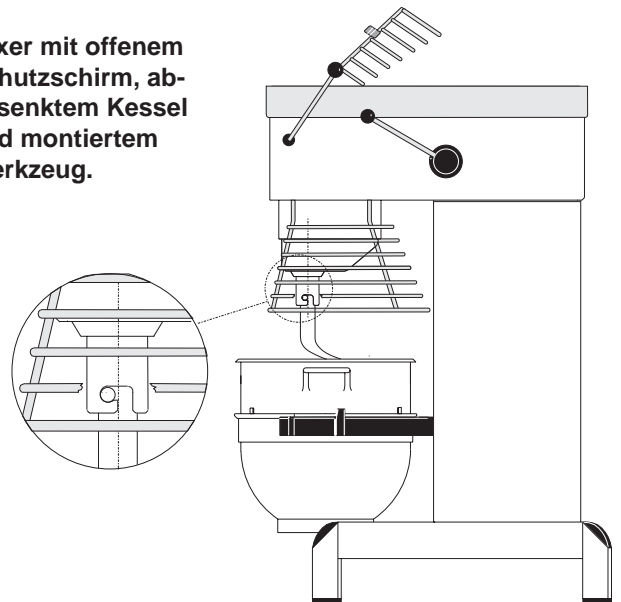

Fig. 3
- A) Den Schutzschirm öffnen und den Kessel in die Kesselarme stellen. NB: die Kesselarme müssen in niedrigster Position sein, und der Kessel in die Kesselarme ganz zurückgeschoben sein. (Fig. 2 und Fig.3).
- C) Der Kessel wird durch Drehen des Knopfes im Uhrzeigersinn in seiner Arbeitsposition gebracht (fig.1). Korrekte Anbringung des Kessels kontrollieren (Fig.3). Den Schutzschirm schließen.